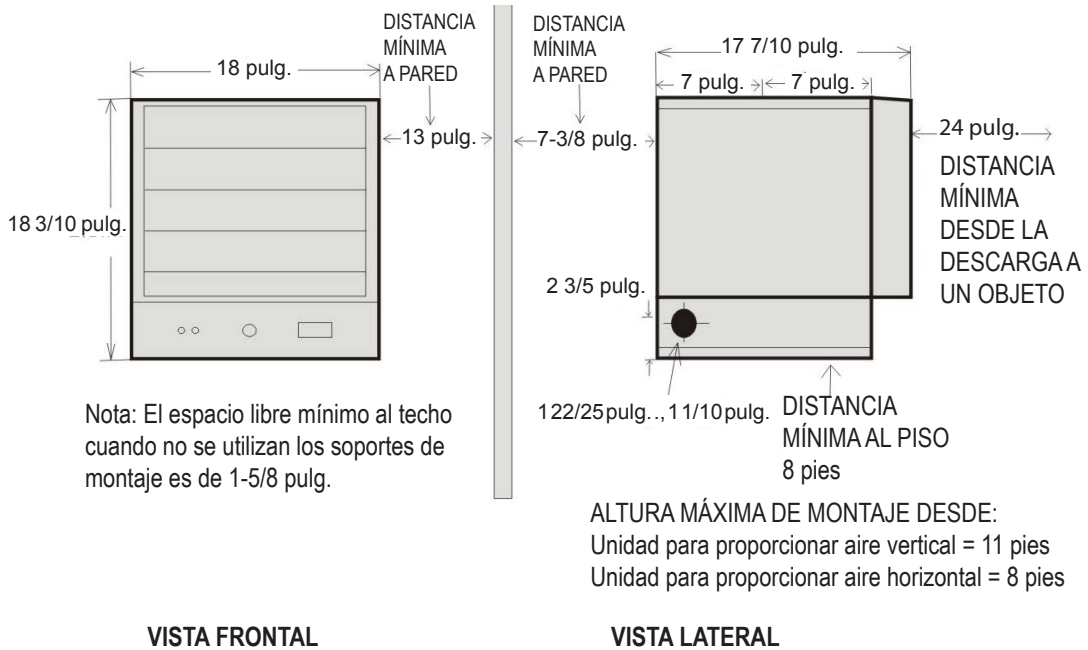

Figura 2
- Este calefactor debe estar ubicado a 8 pies del piso, como mínimo. Para las distancias libres específicas, vea la figura 2.
Instale el calefactor fuera de las zonas de tránsito y mantenga los espacios libres indicados en la figura 2. La dirección del flujo de aire no debe estar restringida por columnas o máquinas. El flujo de aire solo debe rozar las paredes y no dirigirse directamente a ellas. Cuando se utiliza más de un calefactor en un área, los calefactores se deben disponer de modo que la descarga de aire de cada uno acompañe el flujo de aire de los otros para proporcionar una circulación óptima de aire caliente, como se indica en la figura 3.